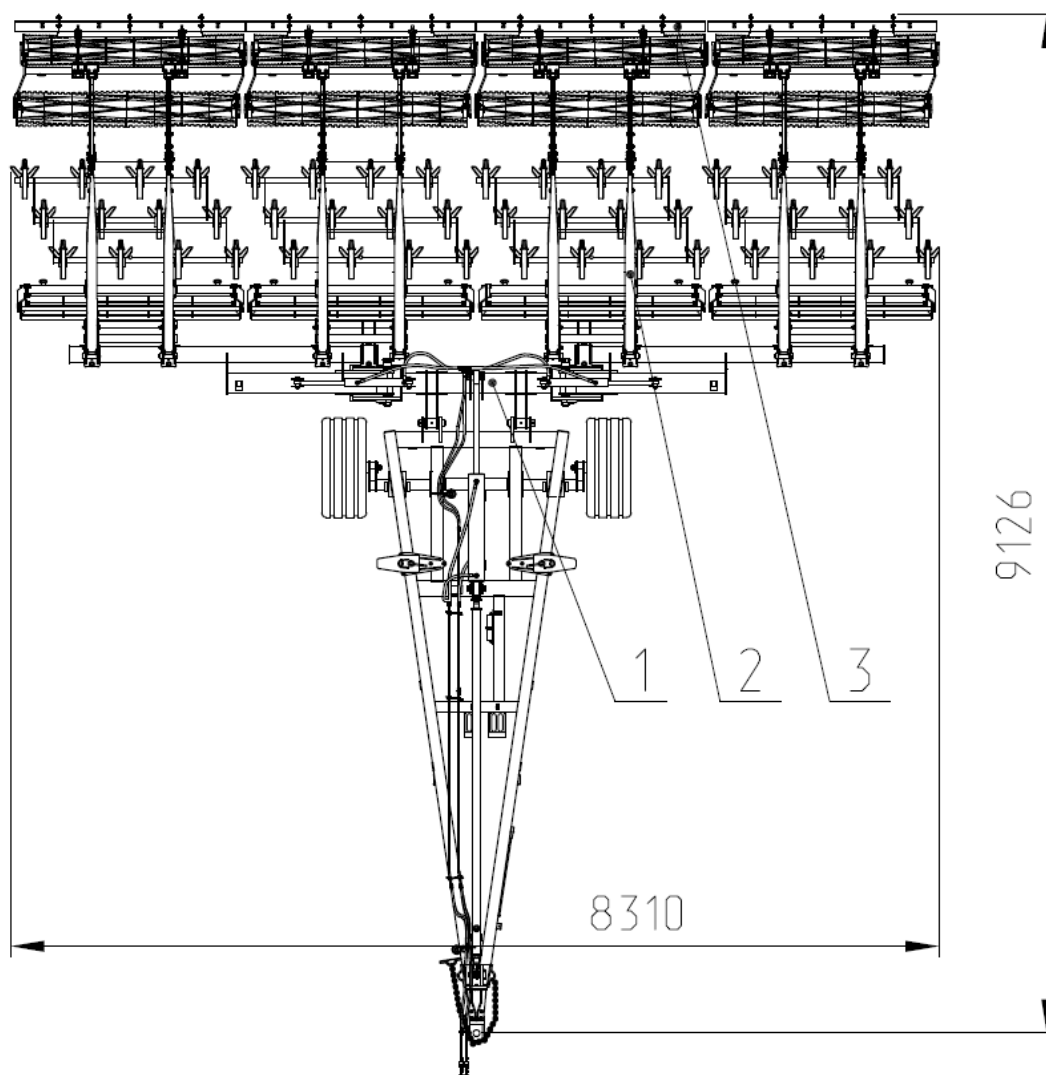

Рис.1 Культиватор КБП8-4 К1
2.1 Культиватор (рис.1,2) состоит из носителя 1, секций в сборе 2, и планчатого выравнивателя 3.